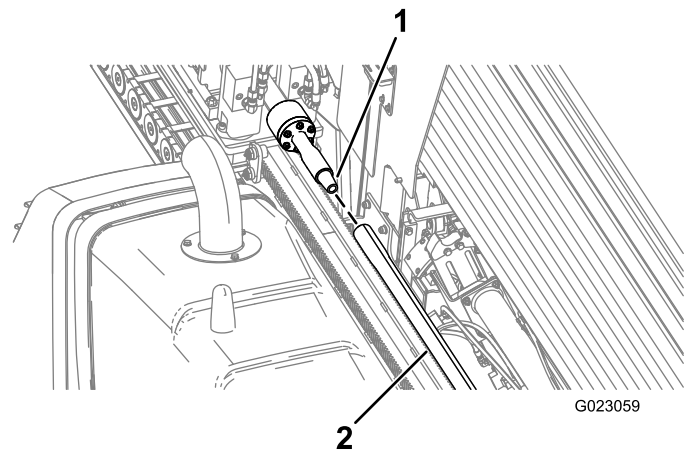

Figure 56
9. Faites tourner l'arbre de forage dans le sens horaire et déplacez le chariot lentement en avant pour insérer l'arbre dans le côté femelle de la tige (Figure 56).